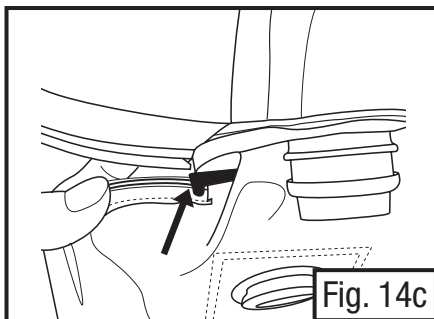

Fig. 14c
- Segure a vedação preta da aba e puxe para expor a extremidade da vedação onde esta se encontra com o elástico (Fig. 14c). Alinhe a extremidade da vedação com a ranhura no equipamento de cabeça. Pressione a vedação com firmeza para dentro da ranhura, trabalhando em pequenas áreas ao redor da aba inteira. Inicie em uma extremidade e siga em uma direção. Quando alcançar o final da ranhura do equipamento de cabeça no outro lado de onde foi iniciado, a vedação da aba pode se estender um pouco além da extremidade da ranhura – isto é aceitável-, mas é extremamente importante que ambas as nervuras da vedação estejam completamente inseridas dentro da ranhura.